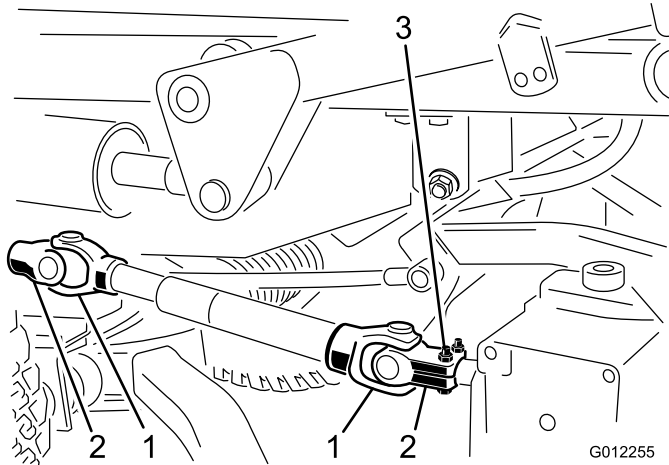

Figure 21
3. Chassez de la boîte d'engrenages la goupille cylindrique qui fixe la chape de l'arbre d'entraînement à la boîte d'engrenages (Figure 21). Desserrez les vis à tête et les contre-écrous et retirez la chape de l'arbre d'entrée. Si le groupe de déplacement doit être utilisé sans le plateau de coupe, chassez la goupille cylindrique hors de la chape au niveau de l'arbre de PDF du groupe de déplacement et déposez l'arbre d'entraînement complet du groupe de déplacement.